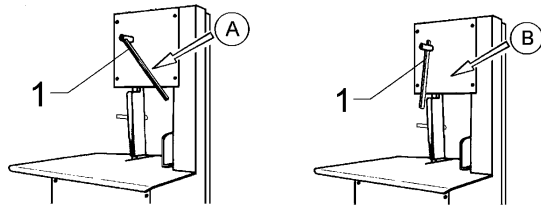

Abb. 7.6.1
### 7.6.1 - Sägeblattspannung (Abb. 7.6.1)
Die Messerspannung erfolgt mechanisch im Inneren der Knochensäge durch Betätigung des Hebels „1“. Mit dem Hebel in Position A wie auf Abb.7.6.1 dargestellt, ist das Messer gespannt. Zum Losspannen genügt es den Hebel nach unten zu drehen (Position B).
- Das Messer wie durch Pfeil „A“ angegeben einspannen (Abb.7.6.1)